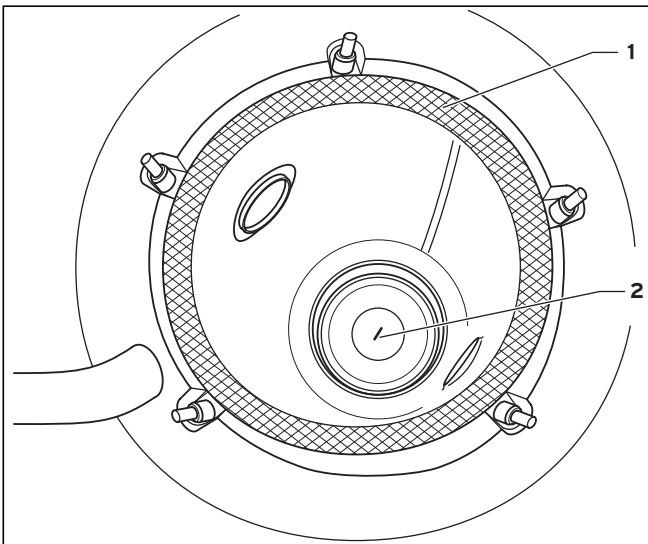

Fig. 7.7 Chambre de combustion ouverte
- Retirez le disque déflecteur (2) (voir Fig. 7.7) avec le crochet de la brosse du trop-plein de condensat jointe et nettoyez disque déflecteur.